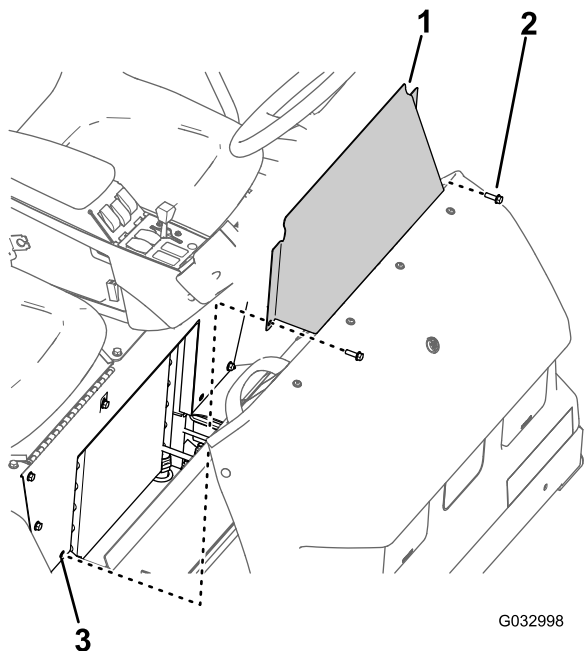

Figura 65
1. Retire los 2 pernos con arandela prensada que sujetan el panel de acceso de la base del asiento a la base del asiento (Figura 65).
2. Retire el panel de acceso de la base del asiento de la máquina (Figura 65).
1. Alinee los taladros del panel de acceso de la base del asiento con los taladros de la base del asiento (Figura 65).
2. Monte el panel de acceso de la base del asiento en la base del asiento con los dos pernos con arandela prensada (Figura 65) que retiró en el paso 1 de Retirada del panel de acceso de la base del asiento (página 57).